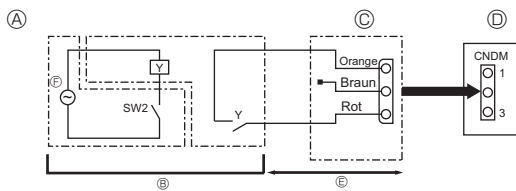

Fig. 10-2
10.2. Anforderungsfunktion (Veränderung vor Ort) (Fig. 10-2) (nur für Klimaanlage)